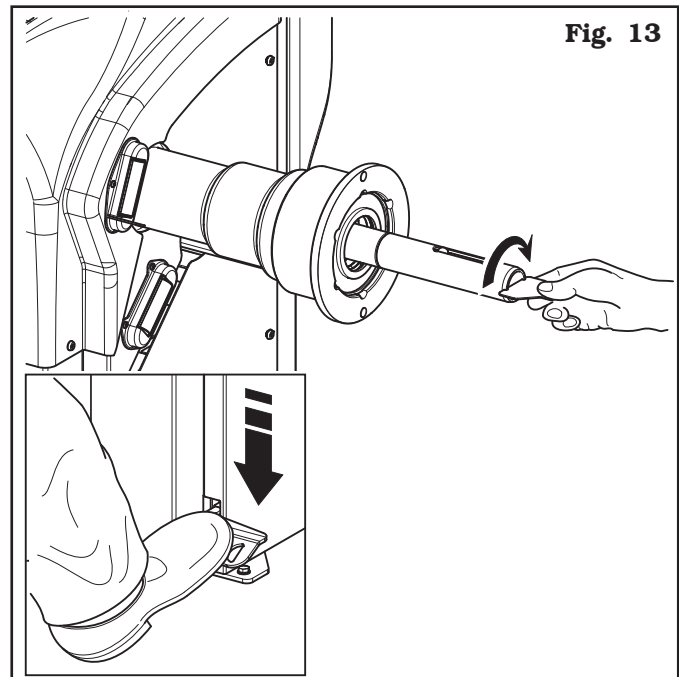

Fig. 13
5. Presionar el pedal del freno y simultáneamente desbloquear el mandril externo usando la llave que se suministra en dotación (**Fig. 13**).
- Presionar el pedal del freno y simultáneamente desbloquear el mandril externo usando la llave que se suministra en dotación (**Fig. 13**).